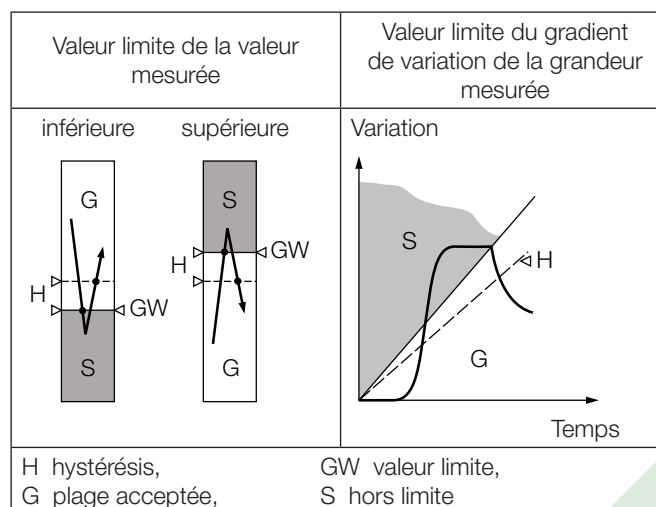

Fig. 4. Fonctions de commutation suivant type de détecteur de seuil.
- Valeur limite inférieure de la grandeur mesurée (voir Fig. 4, à gauche)
- Valeur limite supérieure de la grandeur mesurée (voir Fig. 4, à gauche)
(voir Fig. 4, à droite)